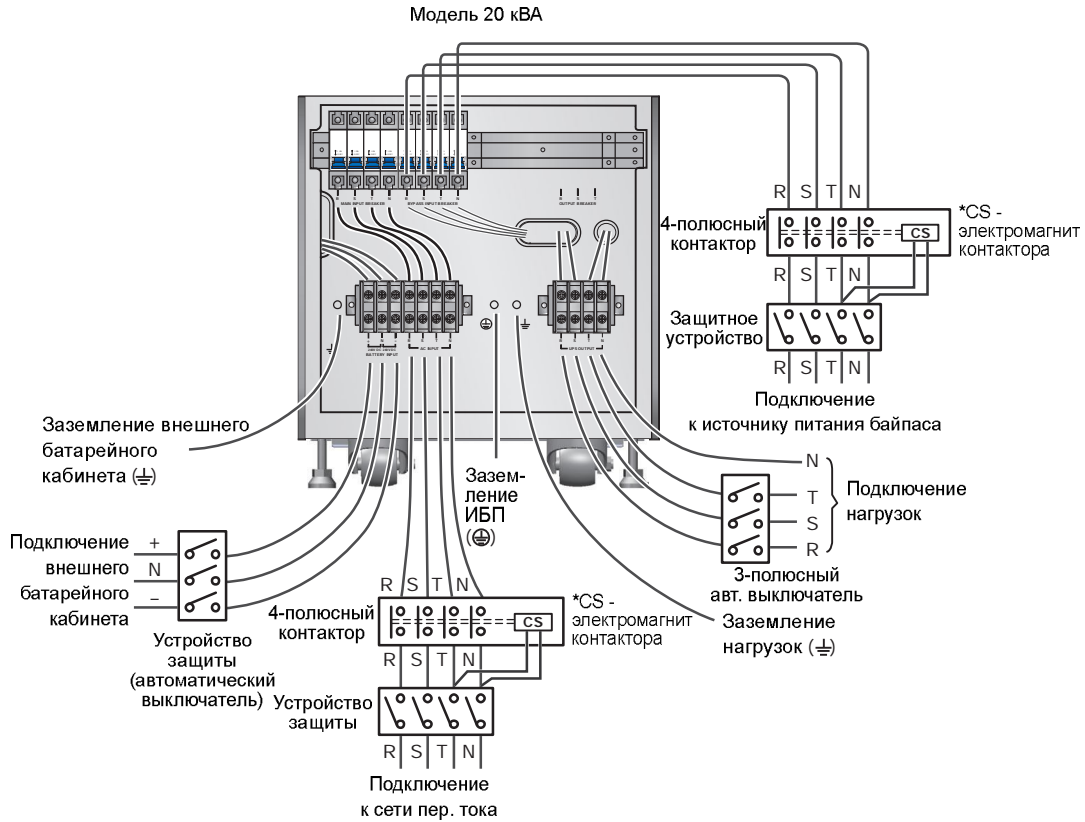

Рис. 6-11. Схема подключения I одиночного ИБП 20 кВА в конфигурации с двумя входами
- 3) Подключите кабели электросети, нагрузок и внешнего батарейного кабинета к блоку зажимов (см. **рис. 6-11~6-14, 6-16**).